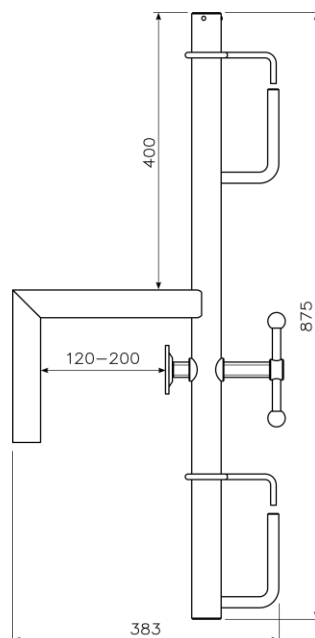

Abb. 30 Halter für Abdeckungsplatten
1.3.28. Halterung für Abdeckungsplatten (Abb. 30)